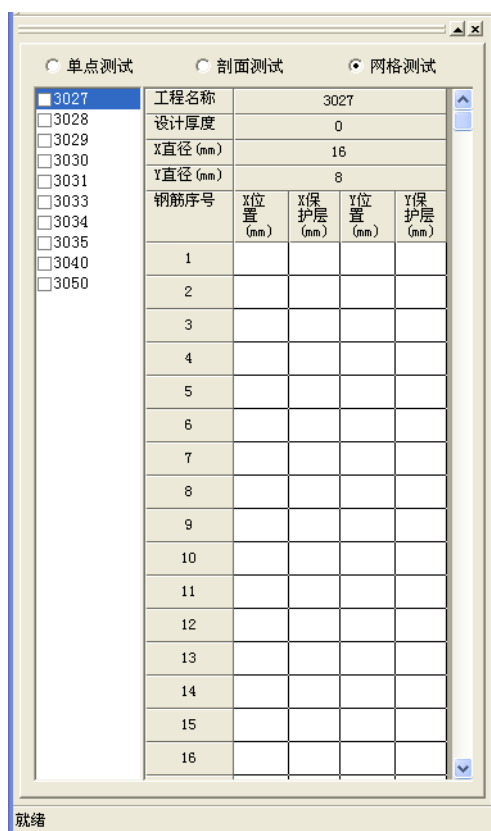

图 6-13
1、**控制面板**：如图 6-13 所示，用户可以在最上面的组合框中选择测试类型，有三种测试类型，分别为：**单点测试**、**剖面测试**和**网格测试**。